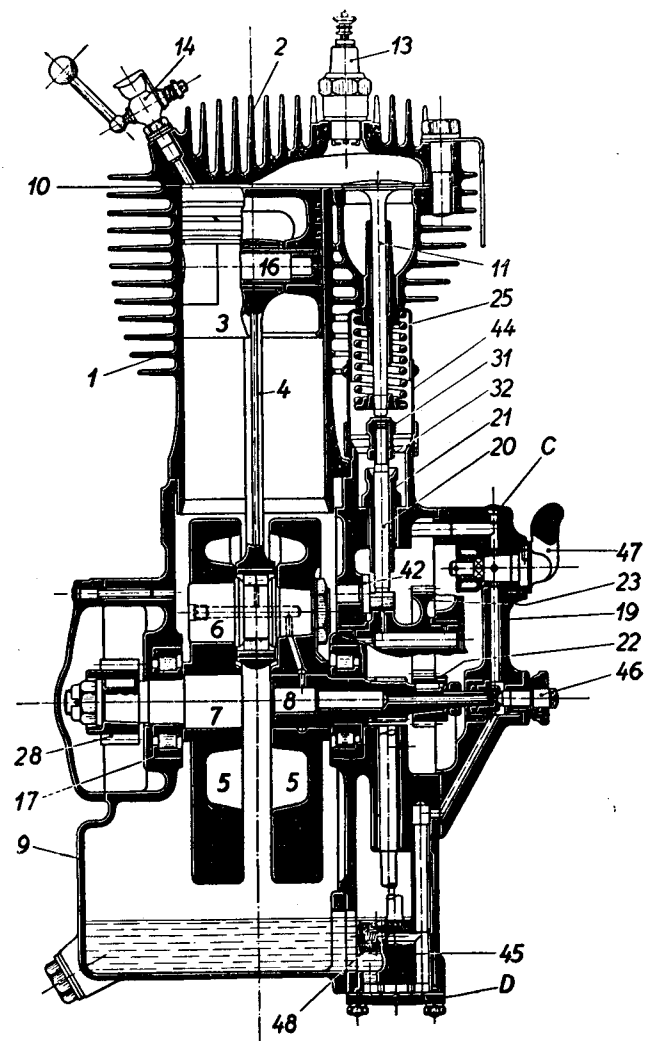

Abb. 2 Motor (Längsschnitt).
Die Schmierung des Motors (s. Abb. 2) erfolgt automatisch durch die rechtsseitlich angebrachte Zahnradpumpe (45), welche das Oel direkt vom Behälter (der am Kurbelgehäuse mit angegossen ist) über ein Ueberdruckventil (48) und eine Oelregulierschraube (46)